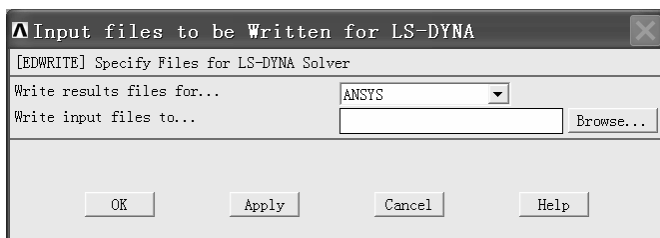

图 6-35 “Input files to be Written for LS-DYNA” 窗口
(1) 依次选择 Main Menu>Preprocessor>Solution>Write Jobname.k, 弹出 “Input files to be Written for LS-DYNA” 窗口 (见图 6-35)。